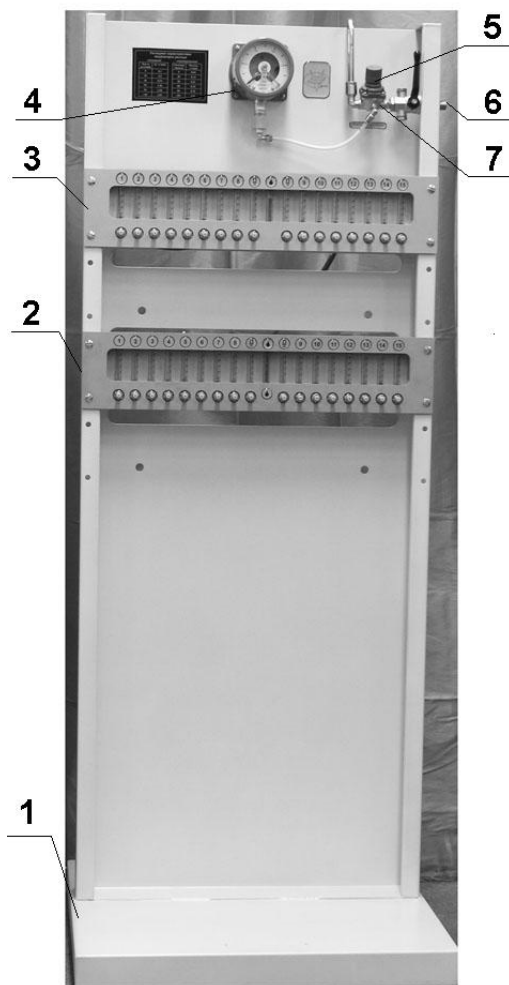

Рис.1. Внешний вид стойки стивной распределительной на 30 кабелей
Общий вид стойки стативной распределительной ССР-30 представлен на рис. 1. В конструкции стойки ССР-30 можно выделить следующие конструктивные элементы.
Стойка стативная распределительная ССР-30 (рис.1) выполнена в виде профилированного вертикального щита шириной 600 мм, имеющего квадратное основание (1 на рис.1). По высоте стойки крепятся от одной до шести стативных панелей (3,4), в зависимости от типа стойки. В верхней части стойки находится электроконтактный манометр (6). Разводка пневмопроводов между панелями производится с задней части стойки.
По специальному заказу может поставляться упрощенный вариант стойки без основания и манометра. В этом случае стативная панель крепится на раме из стального уголка. Для крепления к стене используются кронштейны (2 на рис.1).